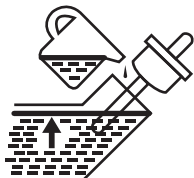

FIGURA 29: Nivel de aceite para motor
5. Inserte la tapa para llenado de aceite en el orificio para llenado de aceite, pero no la atornille (Figura 29).